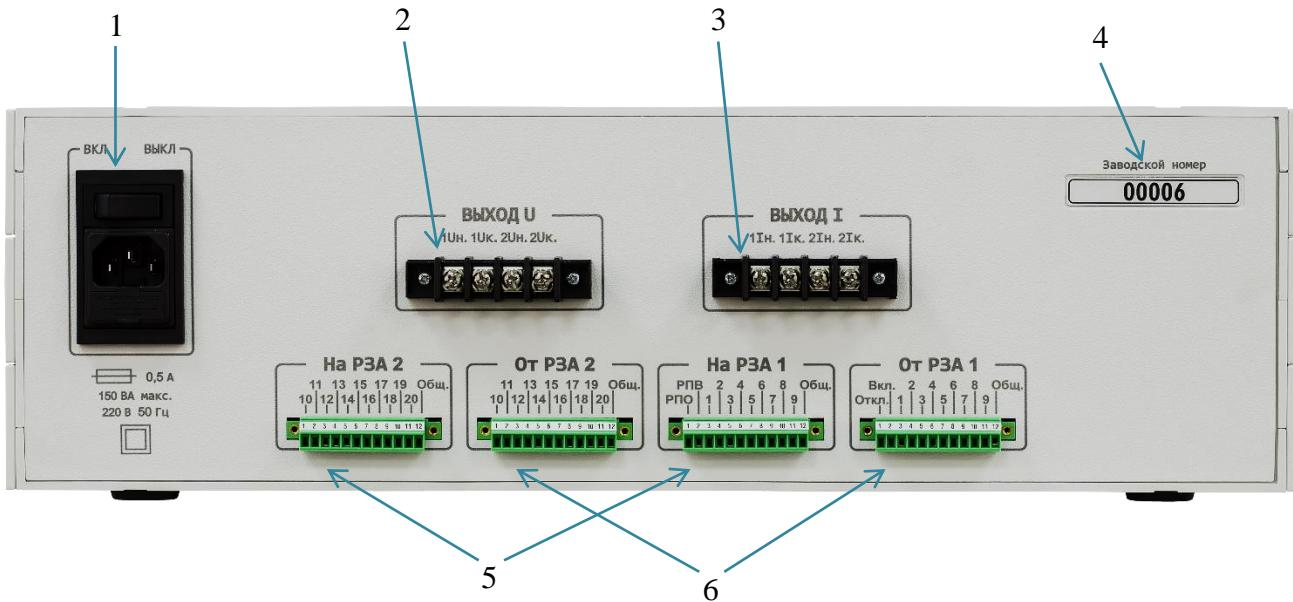

Рисунок 2 – Задняя панель стенда.
3.3 На задней панели стенда (рисунок 2) установлены: